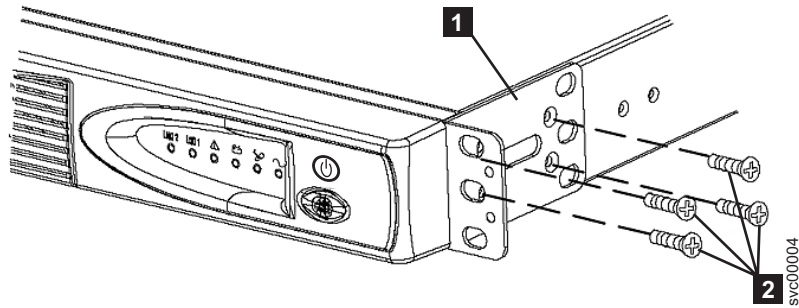

図 49. 2145 UPS-1U 用サポート・レールのラックへの取り付け
3. 図 49 に示されるように、取り付けブラケットごとに 4 つの M3 × 6 ねじ **2** を使用して、取り付けブラケット **1** の長い側を 2145 UPS-1U の各側面に取り付けます。